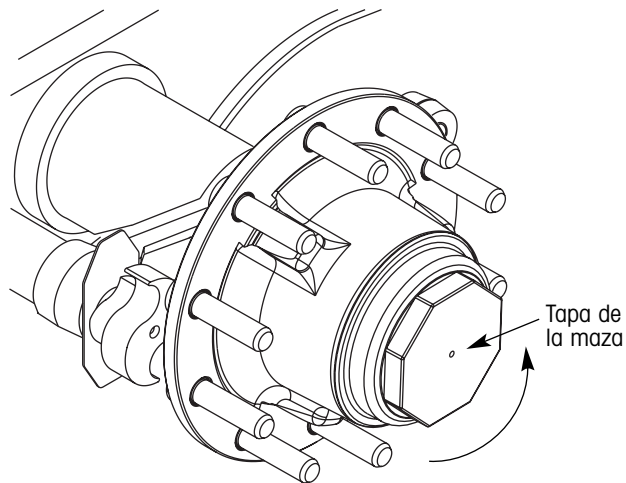

Figura 71. Removiendo la tapa de la maza
4. Remueva la tapa de la maza rotándola en contra de las manecillas del reloj (figura 71).